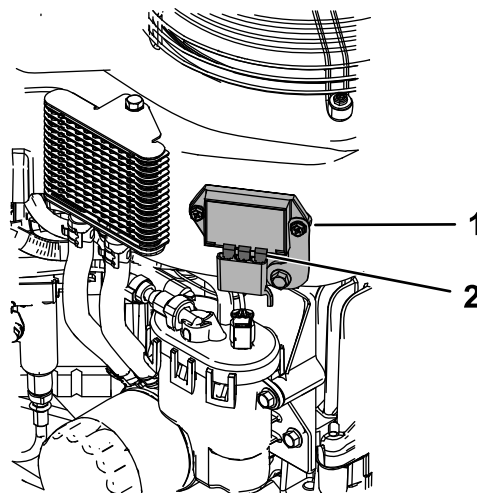

Figure 37
4. Graissez légèrement les lames du régulateur de tension (Figure 37).